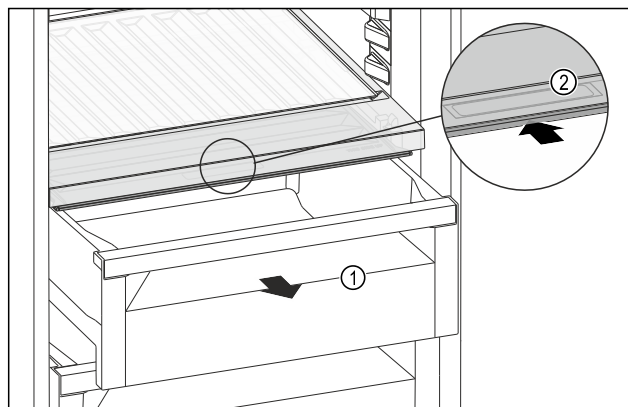

Fig. 171
- Izvucite ladicu Fig. 171 (1).
- Primite ručku Fig. 171 (2) na poklopcu pretinca i istodobno povucite poklopac pretinca prema natrag.